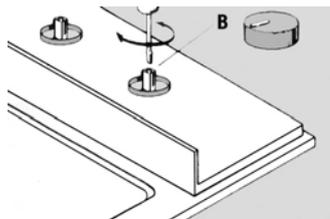

Bild 6
- c.) einen kleinen Schrauber in Loch B an der Gashahnwelle (Bild 6) ansetzen und die Einstellschraube um zwei Umdrehungen lösen.
3. Einen kleinen Schrauber in Loch B (Bild 6) einführen und die Einstellschraube anziehen oder lösen (bitte beachten: die Welle des Gashahns darf nicht mitdrehen!) bis die Brennerflamme das korrekte Minimum eingestellt ist.
3. Einen kleinen Schrauber in Loch B (Bild 6) einführen und die Einstellschraube komplett festziehen (bitte beachten: die Welle des Gashahns darf nicht mitdrehen).